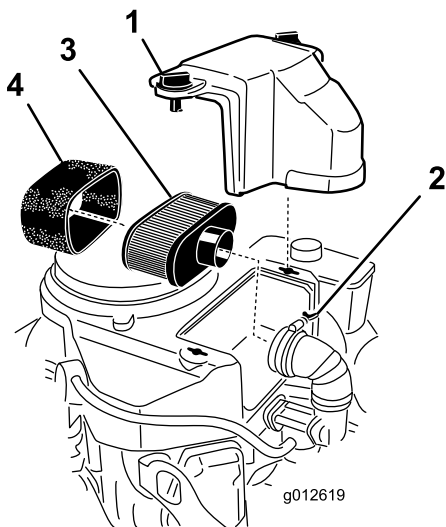

図 41
3. エアクリーナを外したときエンジン内部に異物が入らないよう、周辺をきれいに拭く(図 41)。
4. エアクリーナのカバーのノブのねじをゆるめてカバーを外す 図 41。
5. エアクリーナのホースクランプをゆるめてエアクリーナアセンブリを外す 図 41。
6. ペーパーエレメントからスポンジエレメントを注意深く取り外す(図 41)。
1. ペーパーエレメントを軽くたたいて、たまっているほこりを落とす。汚れがひどい場合には、新しいペーパーエレメントに交換する 図 41。
1. ペーパーエレメントに、注意深くスポンジエレメントを取り付ける 図 41。
2. エアクリーナのベースまたはホースにエアクリーナアセンブリを取り付けて固定する 図 41。
3. エアクリーナのカバーを取り付け、ノブを締め付けて固定する 図 41。